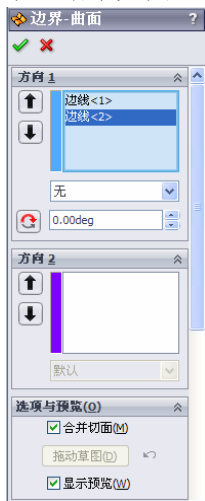
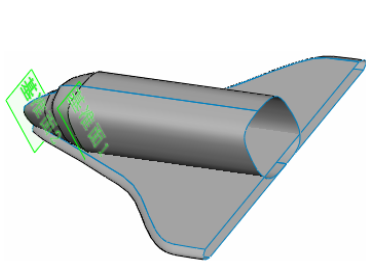
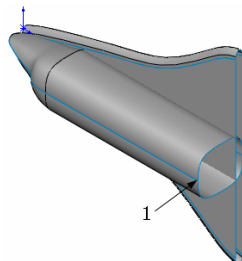

图 8-37 “曲面-放样”属性管理器
图 8-38 放样曲面后的图形
图 8-39 编辑视图后的图形
② 绘制上侧边界曲面。重复步骤①，“边界-曲面”属性管理器设置如图 8-37 所示，用鼠标选择图 8-36 中的侧翼的上边线 1 和上边线 2。生成边界-曲面 2，结果如图 8-38 所示。
③ 编辑视图。依次单击视图中的基准面，在弹出的快捷菜单中单击隐藏按钮，将视图中的基准面隐藏。
④ 设置视图方向。单击“视图”工具栏中的“旋转视图”按钮，将视图以合适的方向显示，结果如图 8-39 所示。
① 添加基准面。单击“参考几何体”工具栏中的“基准面”图标按钮，此时系统弹出如图 8-40 所示的“基准面”属性管理器。在属性管理器“参考实体”一栏中，用鼠标选择“FeatureManager 设计树”中的“前视基准面”和如图 8-39 所示中的顶点 1。单击属性管理器中的“确定”图标按钮，添加一个基准面，结果如图 8-41 所示。